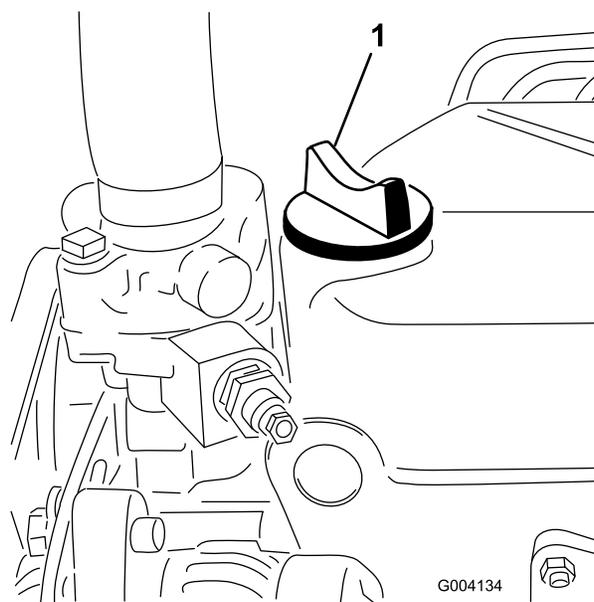

図 29
5. オイルの量が不足している場合は、補給キャップ(図 29)を取り、Full 位置までオイルを補給する。